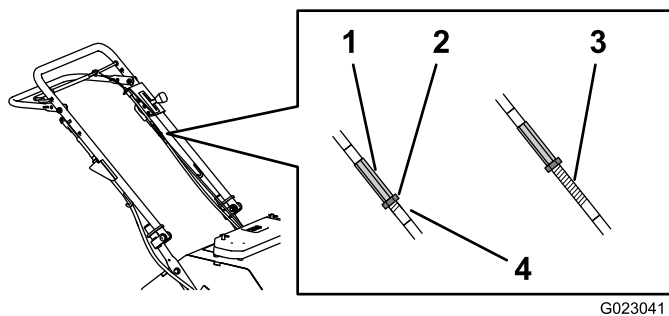
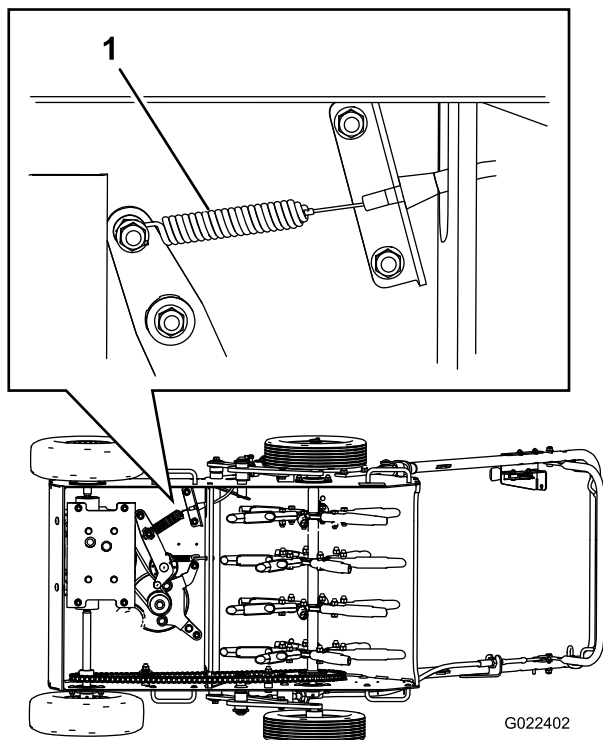

Figura 35
Figura 36
- A. Afloje la contratuerca (Figura 35) del cable de tracción.
B. Ajuste el acoplamiento del cable (Figura 35) 3 mm (1/8 pulgada) a la vez, hasta que el muelle del cable de tracción (Figura 36) se haya extendido unos 10 mm (3/8 pulgada) desde la posición original (destensado).
Para aumentar la tensión de las correas, gire el acoplamiento en sentido antihorario, para dejar expuesta una longitud de rosca **mayor**. Para reducir la tensión de las correas, gire el acoplamiento en sentido horario, para dejar expuesta una longitud de rosca **menor** (Figura 35).